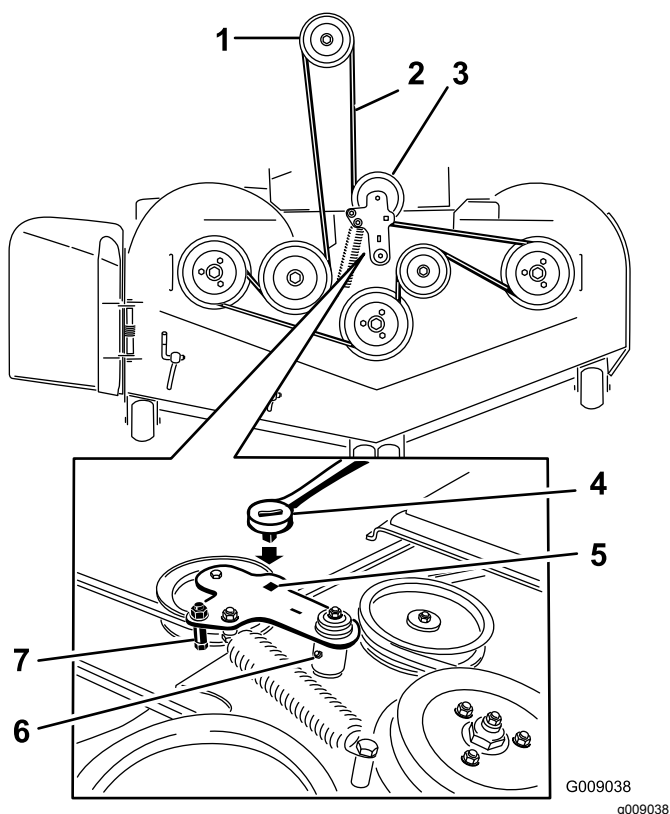

Figure 75
5. Insérez un rochet dans le trou carré du bras de la poulie de tension pour détendre le ressort de la poulie de tension (Figure 75).
7. Enlevez le guide-courroie situé sur le bras de la poulie de tension rappelé par ressort (Figure 75).
9. Acheminez la courroie neuve autour des poulies du tablier de coupe et de la poulie d'embrayage, sous le moteur (Figure 75).
- Montez le guide-courroie sur le bras de la poulie tension (Figure 75).
- Insérez le rochet dans le trou carré et montez le ressort de la poulie de tension (Figure 75).